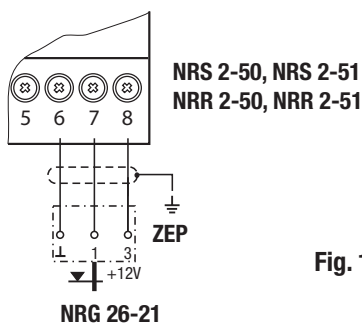

Fig. 10
5. Extraer el cable a través de la unión roscada de cables **23** del cuerpo del enchufe **25** y asignar los bornes de conexión **22** según el esquema de conexiones **Fig. 10**.